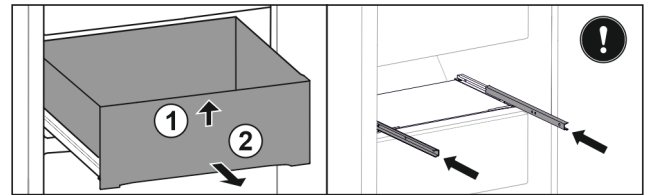

Fig. 125
- ▶ Levante el cajón por delante. Fig. 125 (1)
- ▶ Extraiga el cajón hacia delante. Fig. 125 (2)